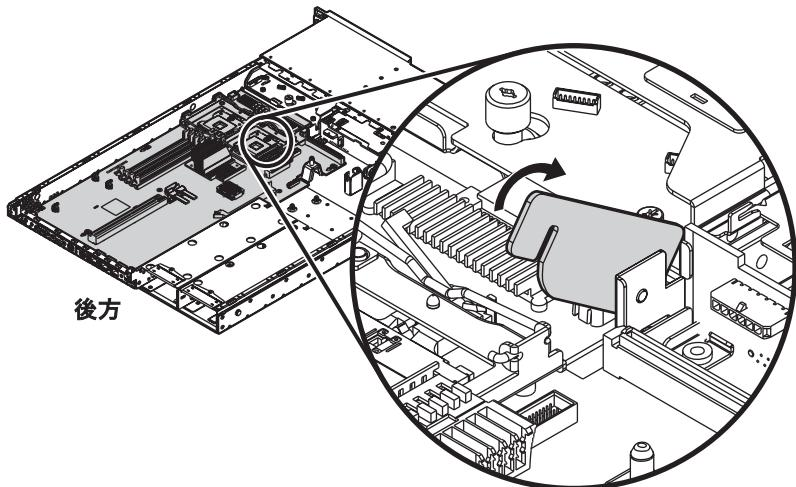

図 70. プロセッサ固定カードの持ち上げ
4. プロセッサ固定カードを上に回転させます (図 70)。